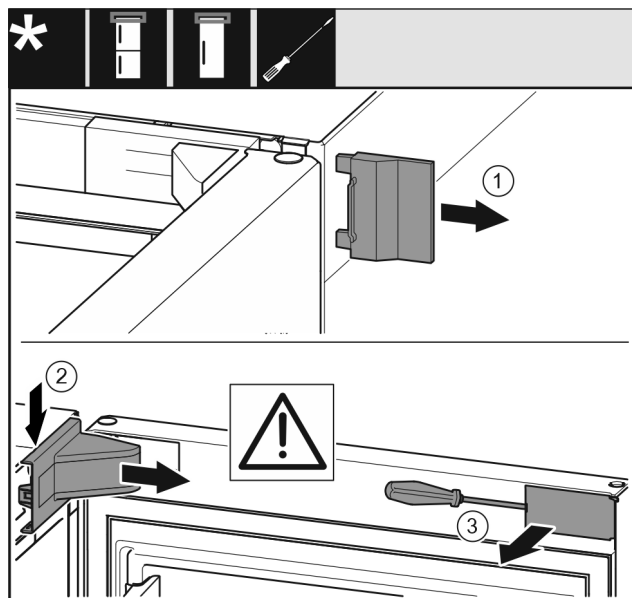

Fig. 7
- Снимите внешнюю крышку Fig. 7 (1).
- При помощи отвёртки отцепите крышку опорного кронштейна Fig. 7 (2) и снимите ее.
- При помощи шлицевой отвёртки отцепите накладку Fig. 7 (3) и отведите ее в сторону.